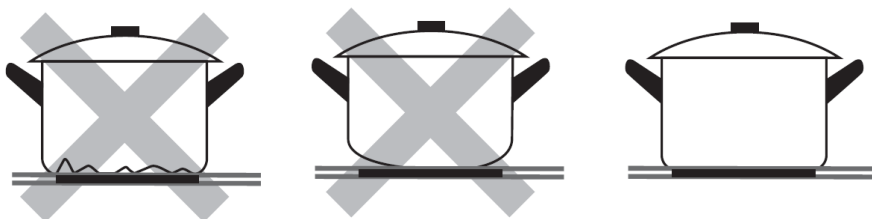

Рисунок 11
- Используйте подушечку пальца, а не его кончик (см. рисунок 11).